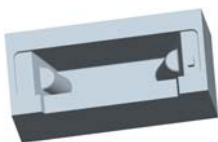

图 12.23 着色后的上半部分体积块
Step5. 系统弹出“属性”对话框，在该对话框中单击 **着色** 按钮，着色后的体积块如图 12.23 所示。然后在对话框中输入名称 upper_vol，单击 **确定** 按钮。